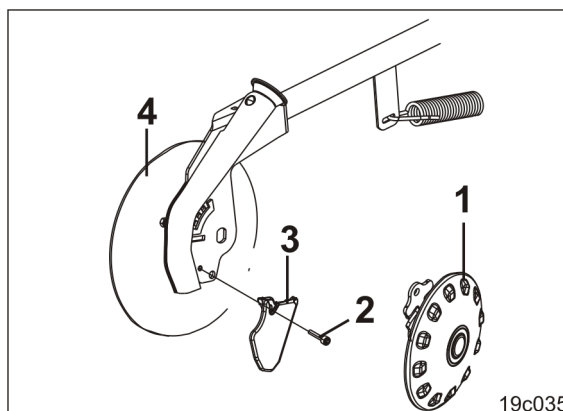

Fig. 119
1. Desmontar el disco de plástico (Fig. 119/1) (véase el capítulo "Ajustar los discos de plástico RoTeC", en la página 98).
2. Soltar el tornillo cilíndrico (Fig. 119/2) (par de apriete del tornillo 30-35 Nm).
3. Sustituir la punta de desgaste (Fig. 119/3) y montarla siguiendo el orden inverso.
La punta de desgaste (Fig. 119/3) no debe sobresalir más allá del borde del disco de siembra (Fig. 119/4). En caso necesario sustituir el disco de siembra.